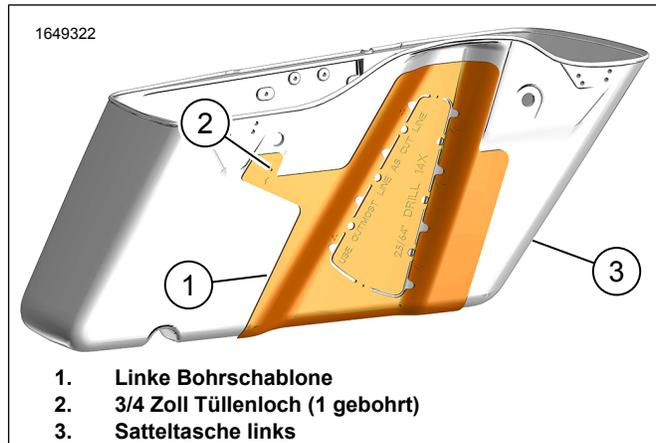

Abbildung 20. Bohrschablone der linken Satteltasche
1. Siehe Abbildung 20. Die Prozeduren 1-8 der rechten Satteltasche wiederholen.